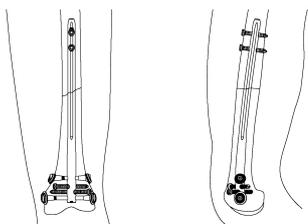

図 15
- 8) ショートネイルの手法に従いエンドキャップを装着して、正面像及び側面像でインプラントの状態を確認し、縫合して手術を終了します。 (図 15)